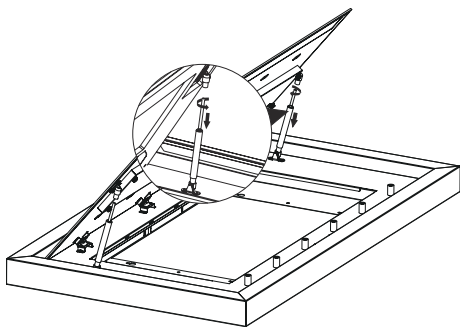

Abb. 12
2. ➤ Die Kolbenstange in Pfeilrichtung drehen und öffnen (Abb. 12).